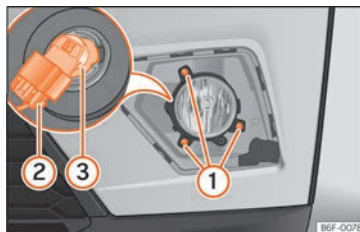

Fig. 106 Faro antiniebla: desmontar el portalámparas
2. Retire los 3 tornillos » fig. 106 ① y extraiga el faro antiniebla.
3. Extraiga el conector de la lámpara ②.
4. Gire el portalámparas ③ hacia la izquierda y tire.